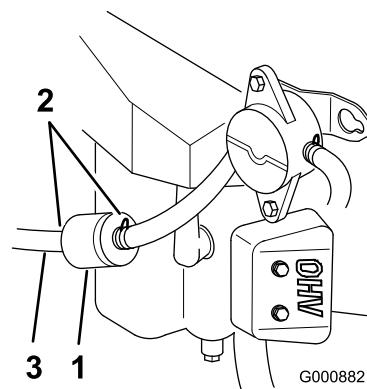

Bild 37
5. Lockern Sie die Schlauchklemme am Kraftstofffilter und schieben Sie sie an der Kraftstoffleitung weg vom Kraftstofffilter (Bild 37).
6. Ziehen Sie die Kraftstoffleitung vom Filter (Bild 37).
4. Drücken Sie die Enden der Schlauchklemmen zusammen und schieben Sie sie vom Filter weg (Bild 37).
6. Setzen Sie einen neuen Filter ein und schieben Sie die Schlauchklemmen an den Filter heran (Bild 37).